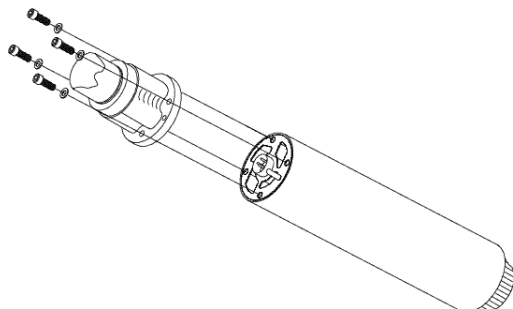

Figure 4.2 Dépose de l'UMP
- 2: Enlever la vieille UMP en retirant les quatre boulons de la tête de refoulement comme illustré à la Figure 4.2.